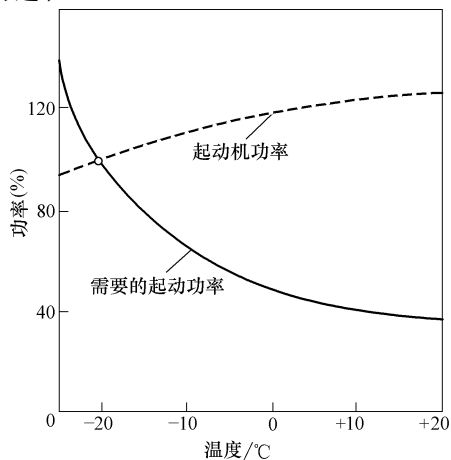

图 4-17
- ② 调节是由受控系统组成的
- ③ 调节是一个或多个输入变量影响输出变量的过程
- ④ 调节时是使实际值接近规定值
- ⑤ 调节时是使规定值接近实际值
- ① 发动机转速
- ② 天变黑时间
- ③ 汽车的装载状态
- ④ 行驶速度
- ⑤ 道路状况
72. 下面关于图 4-17 所示曲线反映的起动机的说法正确的是？